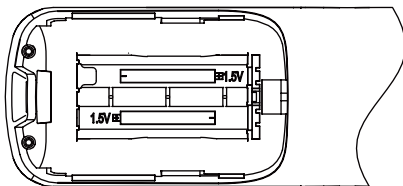

Imagen 2.8
3) Saque las pilas agotadas. Coloque dos pilas AAA nuevas respetando las polaridades positiva y negativa (consulte la Imagen 2.8). Cierre la tapa de las pilas.